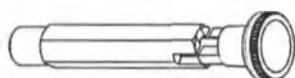

Рисунок 19 – Освобождение удлинителя кровати
1. Чтобы освободить удлинитель кровати, потяните за обе ручки и поверните их на 90° (Рисунок 19).